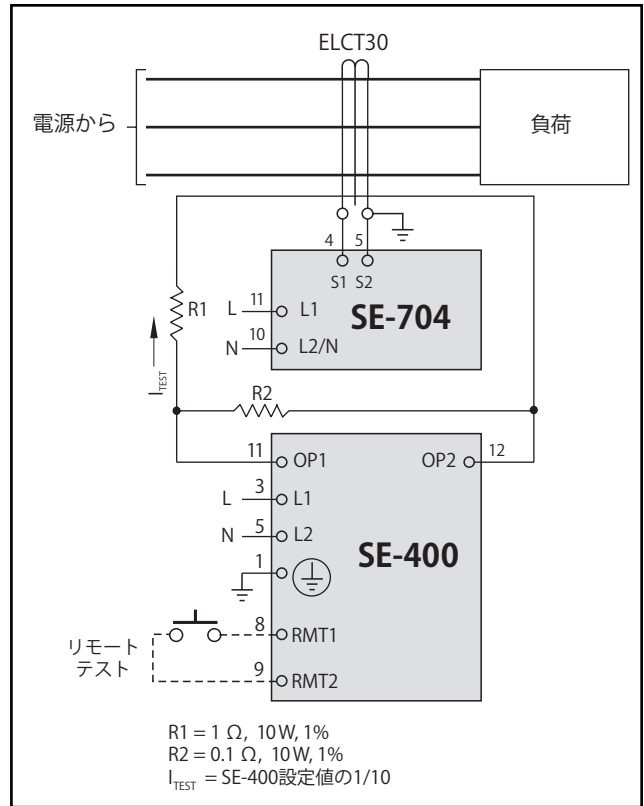

図9.地絡試験回路
4. シミュレートされた、または制御された地絡電流にตอบสนองして、回路遮断装置が適切に反応することを確認します。地絡電流をシミュレートするには、CT一次電流注入を使用します。図9に、SE-400地絡リレー試験装置を使用した試験回路を示します。SE-400は、0.1～9.9秒間、0.5～9.9Aの出力をプログラム設定できます。図9は、注入電流をSE-400の設定値の10%に低減する抵抗の使用法を示しています。試験電流をSE-704の設定値の120%に設定します。少なくとも2.5秒間、電流センサーの窓から試験電流を注入します。被試験回路が適正に反応したことを確認します。問題があれば修正し、適正な反応が確認されるまで試験を繰り返します。